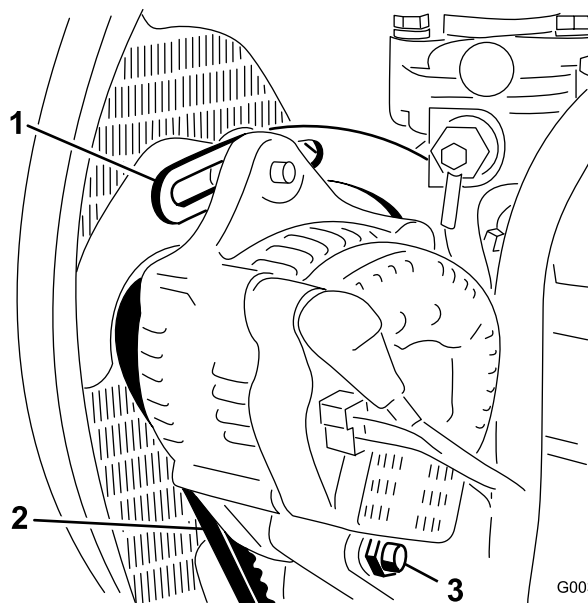

Figura 54
2. Compruebe la tensión de la correa del alternador presionándola (Figura 54) en el punto intermedio entre las poleas del alternador y del cigüeñal con una fuerza de 10 kg (22 libras).
3. Afloje el perno que fija el tirante al motor (Figura 54), el perno que fija el alternador al tirante y el perno de pivote.